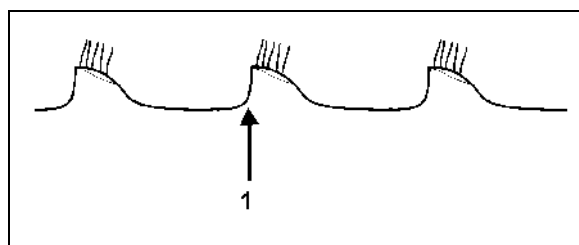

Fig. 22
- (Fig. 22) : le bord de coupe de la deuxième rangée de disques n'est pas visible et suit la première rangée de disques. Réglez la première rangée de disques vers la gauche.